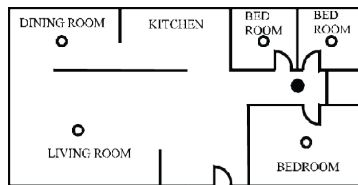
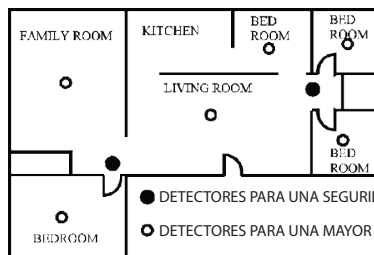

Figura 1: SITUACIÓN DE LOS DETECTORES PARA UNA RESIDENCIA CON UNA SOLA ZONA DE DESCANSO
Figura 2: SITUACIÓN DE LOS DETECTORES PARA UNA RESIDENCIA CON MAS DE UNA ZONA DE DESCANSO
- Instale un detector de humo en el pasillo separador fuera de cada dormitorio, como se muestra en la Figura 1. Dos detectores se requieren en los hogares con dos áreas de dormitorio, como se muestra en la Figura 2.